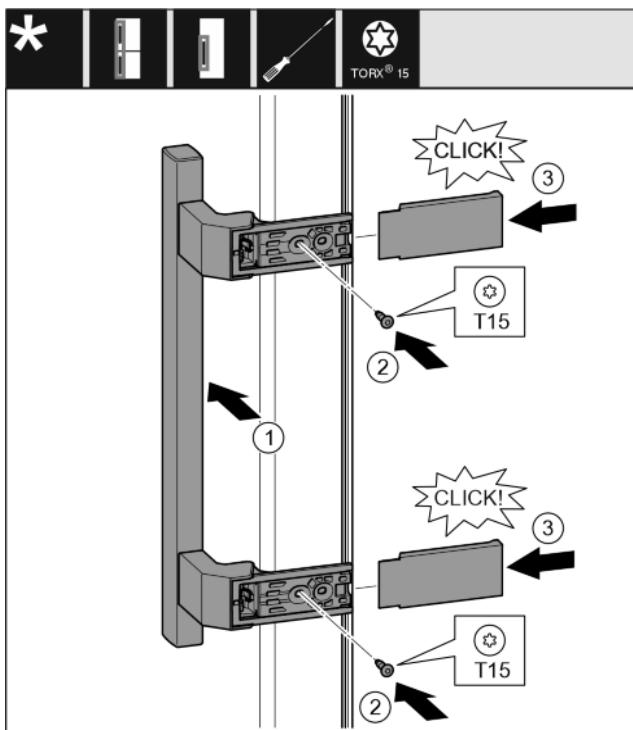

Fig. 31
- Postavite ručicu na suprotnoj strani. Fig. 31 (1)
- Odvijačem T15 čvrsto pritegnite vijke. Fig. 31 (2)
- Postavite pokrove bočno i nataknite ih. Fig. 31 (3)